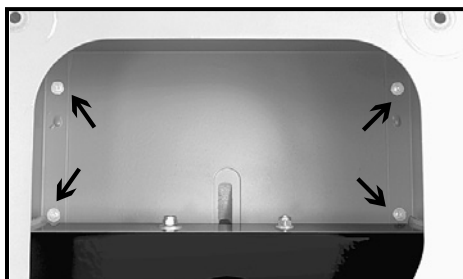

Fig. 6
3. Use cuatro tornillos para metales ($\frac{1}{4}" \times \frac{5}{8}"$ de largo) para sujetar el tablero al conjunto de armario. Meta los tornillos por la parte inferior del armario (vea la Fig. 6); empiece a enroscarlos; y entonces, apriete cada uno con un desarmador (destornillador) Phillips (de cruz).